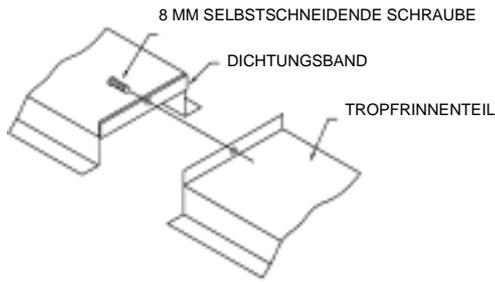

Abb. 7 – Zusammenbau Tropfrinne
10. Verbinden Sie die Tropfrinnensegmente stirnseitig miteinander. Drehen Sie dazu eine 8 mm selbstschneidende Schraube durch das Tropfrinnenteil mit dem größeren Bohrloch in das Tropfrinnenteil mit dem kleinen Bohrloch. Bei Edelstahl-Aggregaten sind 8 mm Edelstahl-Schrauben mit Unterlegscheiben und Muttern zu verwenden (Abb. 7)